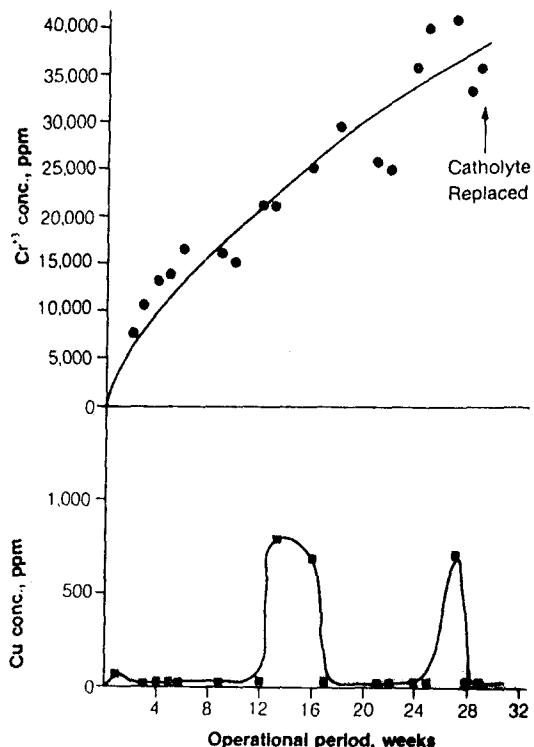

Fig. 2. 음극전해액내의 금속의 농도 변화
1. 음극 전해액에서 구리농도는 정상적일 경우 20ppm 이하이며 이때 음극 전류 효율은 적절한 값을 유지한다. 위에 언급된 쌍극현상이 있을경우 구리농도는 70 ppm까지 증가하였고 음극은 제기능을 나타내지 못하였다 (Fig 2).